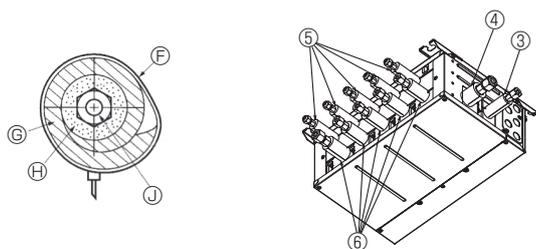
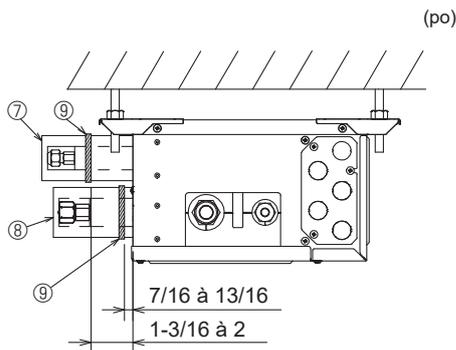

Fig. 7-3
Fig. 7-4
- Isolez les tuyaux de liquide et de gaz du boîtier de dérivation en appliquant de la mousse polyéthylène résistante à la chaleur tout autour. (Fig. 7-3) Sinon, il pourrait en résulter des blessures lors du raccordement des tuyaux ou des fuites d'eau en raison de la condensation sur ces derniers. Tout raccordement incorrect engendre un dysfonctionnement.
- (5) Appuyez les cache-tuyaux ③ et ⑤ sur les tuyaux de liquide contre l'appareil et enroulez-les pour les maintenir en place. (Fig. 7-3)
- (6) Appuyez les cache-tuyaux ④ et ⑥ sur les tuyaux de gaz contre l'appareil et enroulez-les pour les maintenir en place. (Fig. 7-3)
- (7) Fixez les sangles fournies ⑨ à 7/16-13/16 po (10 à 20 mm) de chaque extrémité des cache-tuyaux (③④⑤⑥).
- (8) Si l'appareil intérieur n'est pas raccordé, raccordez les cache-tuyaux (avec les bouchons, ⑦ et ⑧) sur les branchements des tuyaux de réfrigérant du boîtier de dérivation contre l'appareil afin d'éviter un écoulement de condensation des tuyaux. (Fig. 7-4)
- (9) Fixez les cache-tuyaux (⑦⑧) à l'aide des sangles fournies ⑨.
- ⑨ Sangle (3.1. Accessoire n° ⑨)
- ③ Cache-tuyaux (3.1. Accessoire n° ③④⑤⑥)
- ⑧ Isolant thermique pour tuyau de réfrigérant
- ④ Tuyau de réfrigérant
7.2. Gestion des orifices de raccordements qui ne sont pas raccordés à l'appareil extérieur (Fig. 7-4)